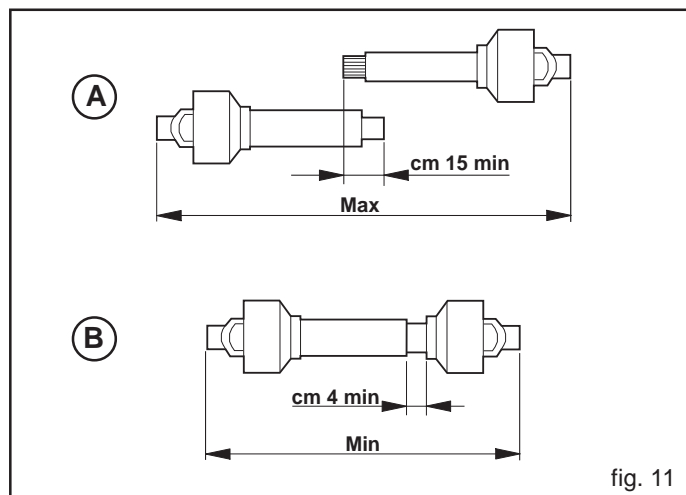

fig. 11
- Wenn die Kardanwelle so weit wie möglich herausgezogen ist, müssen sich die beiden Rohre mindestens um 15 cm überlappen (A, Abb. 11). Wenn sie so weit wie möglich eingeschoben ist, muß ein Spiel von mindestens 4 cm bestehen (B, Abb. 11).